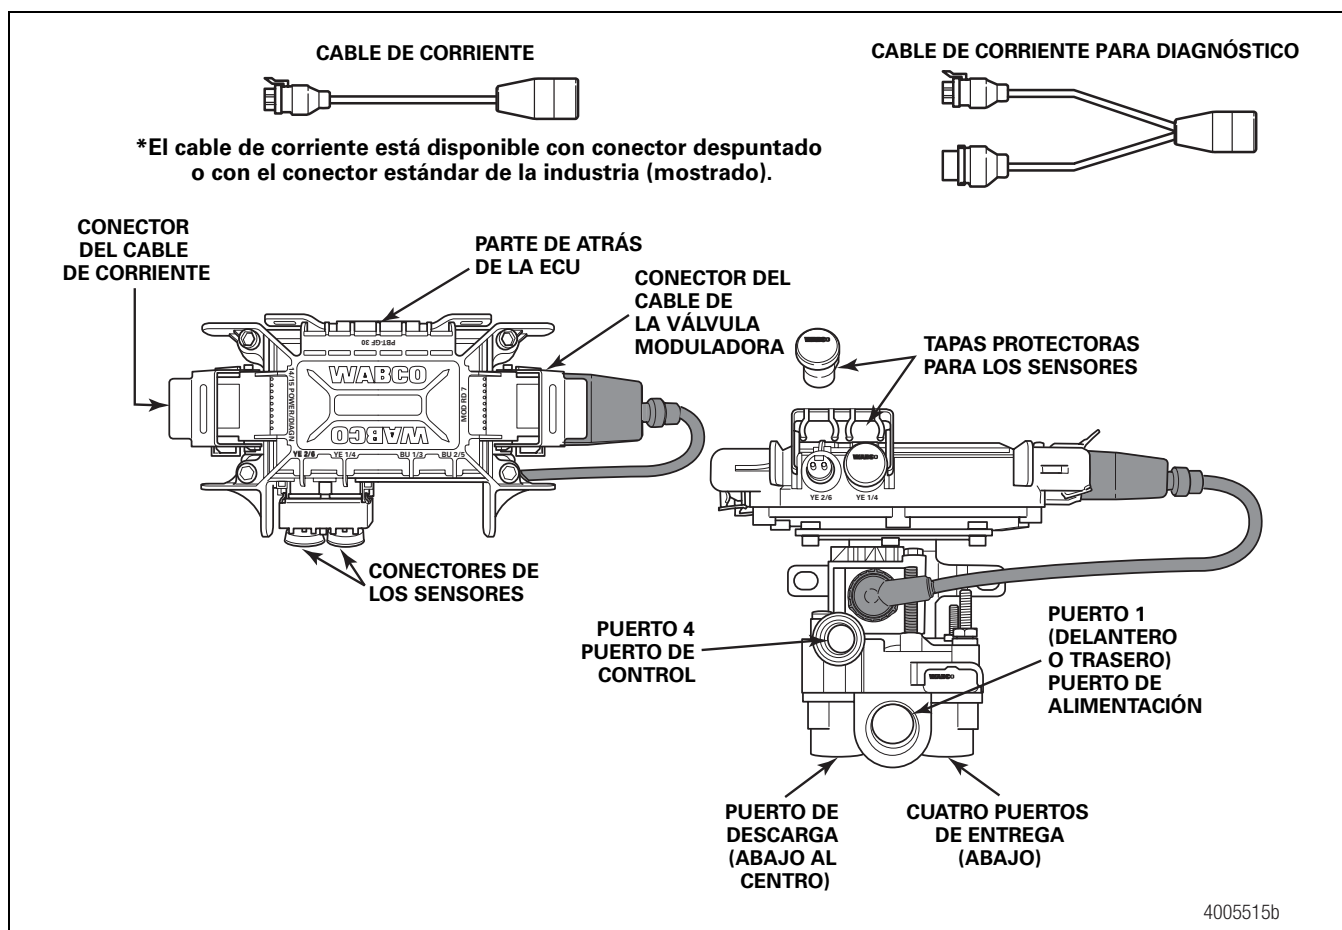

Figura 1
3. Estudie el conjunto de la ECU y la válvula moduladora única. Tome nota de la ubicación de los distintos puertos y de las conexiones eléctricas en la ECU. Figura 1.